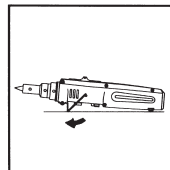

Abb. 6
2. Wenn für die auszuführende Arbeit freie Hände erforderlich sind, einfach die Stütze ausklappen, sodass der Lötkolben stehen kann. *Siehe Abb. 6.*